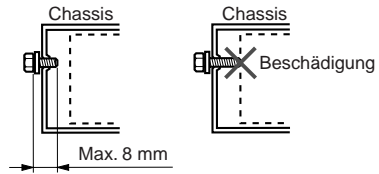

Abbildung 4
5. Für den Einbau die mitgelieferten Schrauben verwenden. Die Verwendung anderer Schrauben könnte Beschädigungen verursachen. (Abbildung 4)